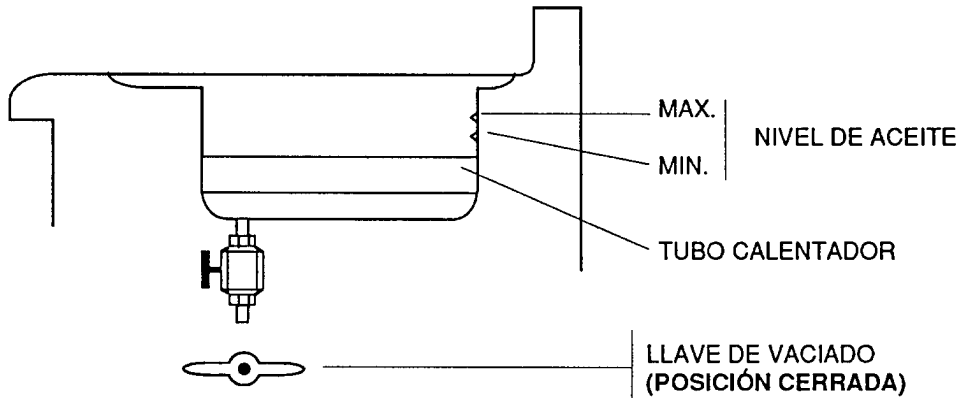

Fig.8
- Cerrar el grifo y cuando no haya quedado más agua, hechar el aceite para freír hasta la marca de MIN. sin superar la marca de MAX. (ver fig.8). En cuanto a la capacidad, ver datos técnicos.
Girar la perilla marcada con el símbolo  y luego apretar el botón de apagado  (fig.8).
Para vaciar el recipiente del aceite, abrir la puerta y abrir el grifo relativo (ver fig.8).